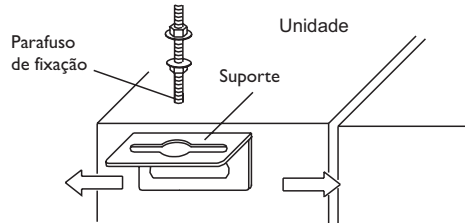

Fig. 3-V
2. Instale o suporte na unidade, conforme a Fig. 3-V.